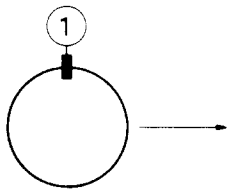
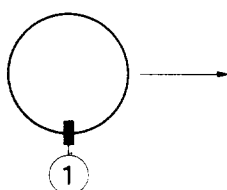

Fig. 4a
Fig. 5a
3. Supprimer le croisement de la ligne médiane horizontale du bleu et du rouge et la ligne médiane verticale du bleu et du rouge en faisant basculer l'unité de déflexion à la verticale. Si l'unité de déflexion est dans la bonne position, placer l'ailette ① dont la bandelette en papier n'est pas ôtée, sur la partie supérieure (Fig. 4a) ou inférieure (Fig. 5a). La Fig. 4a se rapporte au cas où l'unité de déflexion est basculée vers le haut et la Fig. 5a au cas où l'unité de déflexion est basculée vers le bas.